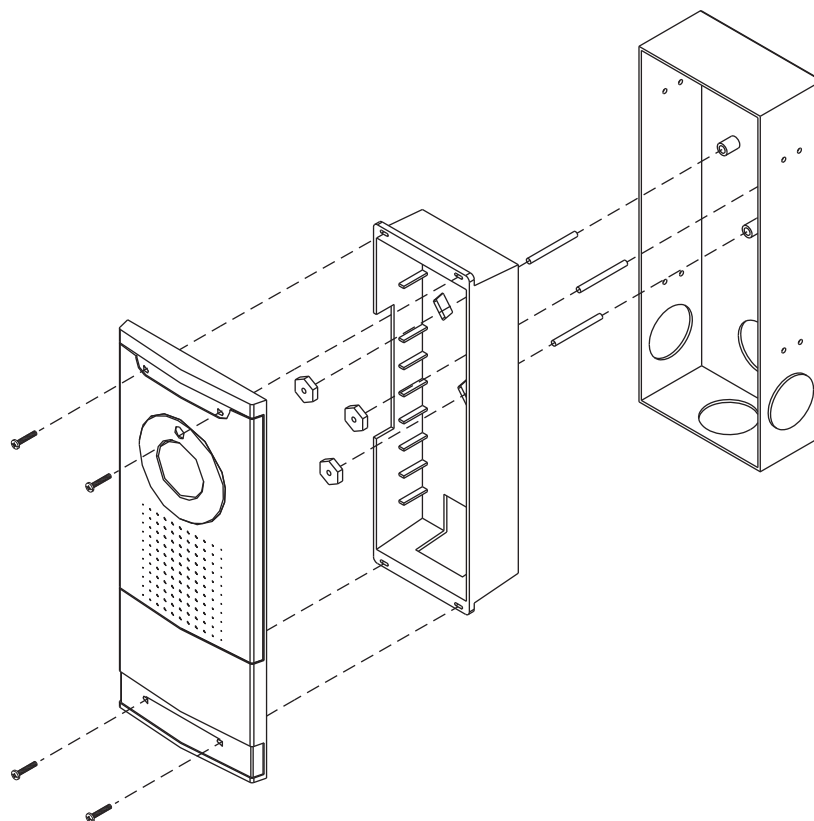

Figure 3
6) Poser le poste d'accès au-dessus de la boîte métallique. La tenant en place, insérer les quatre vis fournies dans les trous supérieurs et inférieurs du poste (**Figure 3**). S'assurer que les vis entrent également dans les trous de la caissette en plastique. Les serrer sans trop forcer, jusqu'à ce que le poste soit bien assujéti.